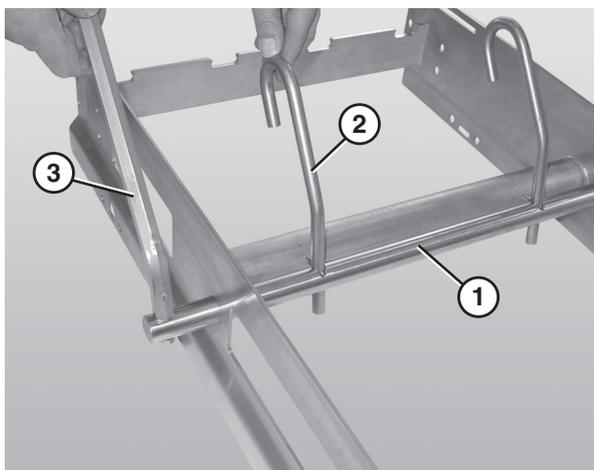

Figure 14
1. Faites passer la barre pivotante de soulèvement de la courroie (Figure 14, item 1) par les orifices prévus dans le cadre.
2. Fixez les barres à crochets (Figure 14, item 2) à la barre pivotante de soulèvement de la courroie (Figure 14, item 1). Veillez à ce que les extrémités à crochet des barres à crochet soient tournées vers le bas lorsqu'elles se trouvent contre le cadre.
3. Fixez la manette à crochets (Figure 14, item 3) à la tige pivotante de soulèvement de la courroie.